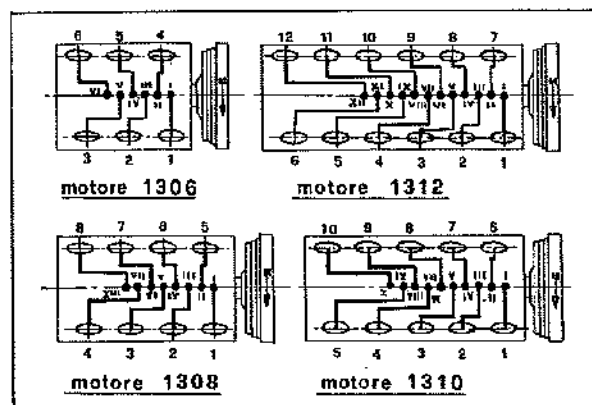

Fig. 86
- Collegare tubi rifiuto combustibile e tubi mandata secondo schema (Fig. 86).